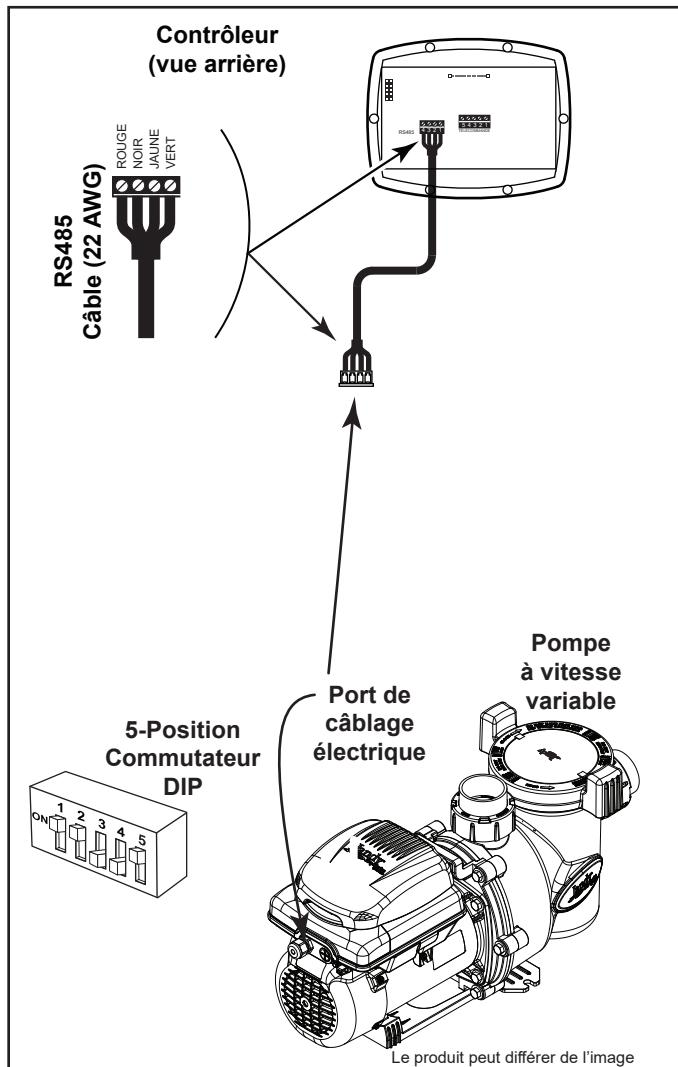

Figure 9. Câblage du contrôleur à vitesse variable (JEP-R)
- Fixer les quatre (4) fils dans le câble RS-485 au connecteur RS-485. Faire correspondre les couleurs de fils aux positions sur le connecteur : 1-rouge, 2-noir, 3-jaune et 4-vert. Voir la Figure 9.
- Glisser les commutateurs DIP 1 et 2 en position activée (ON) et glisser les commutateurs 3 et 4 vers la position désactivée (OFF). Voir la Figure 9.